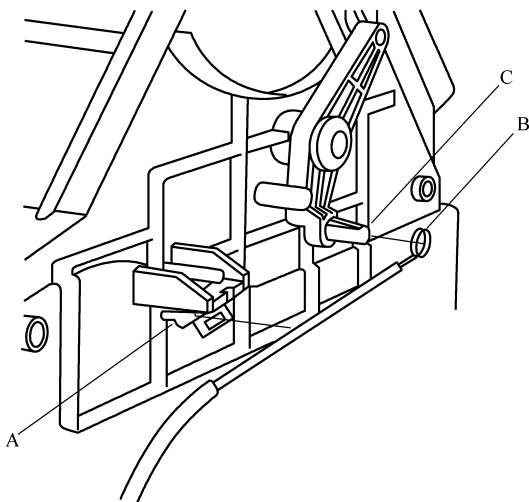

图 2-4 断开内外循环控制拉索
① 确保将环 D 插入凹槽 E。
② 安装后，操控控制面板以查看其是否工作正常。
② 断开内外循环控制拉索
b. 如图 2-4 所示，从卡夹 A 上松开内循环控制拉索壳体，并从内循环控制连杆 C 上断开内拉索 B。